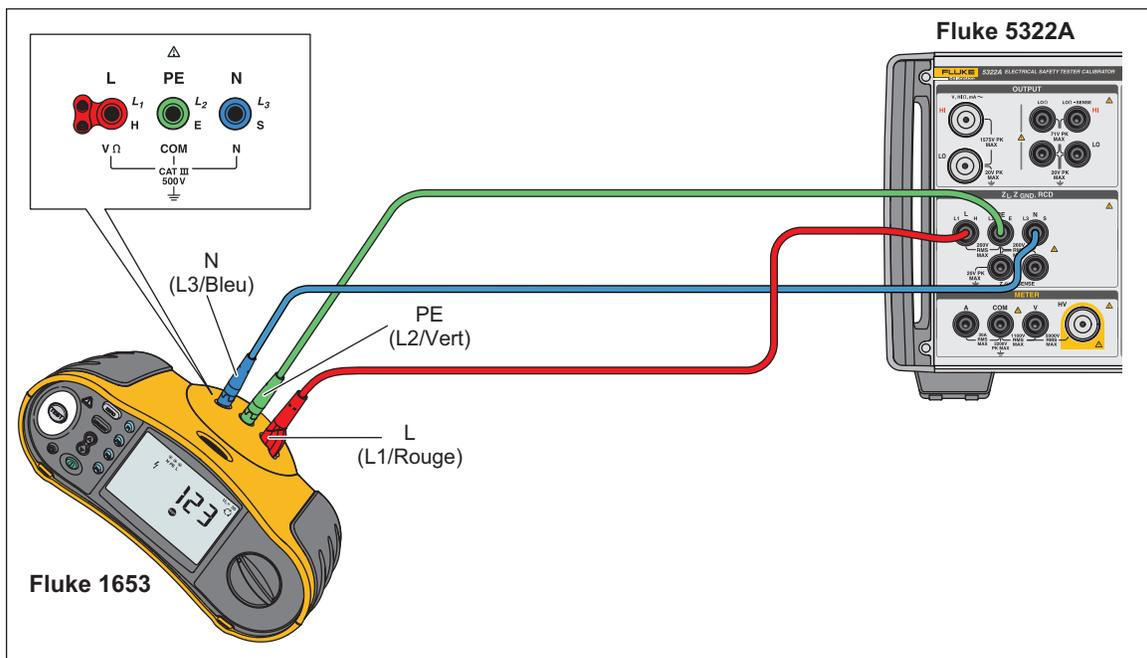

Figure 44. Etalonnage d'impédance de boucle et de ligne sur un Fluke 1653
2. Connectez l'appareil testé aux bornes L, PE et N du produit comme illustré sur la figure 44. Pour certains testeurs d'impédance de ligne, la borne PE n'a pas besoin d'être connectée.
2. Connectez l'appareil testé aux bornes L, PE, et N du produit comme indiqué sur la Figure 44.